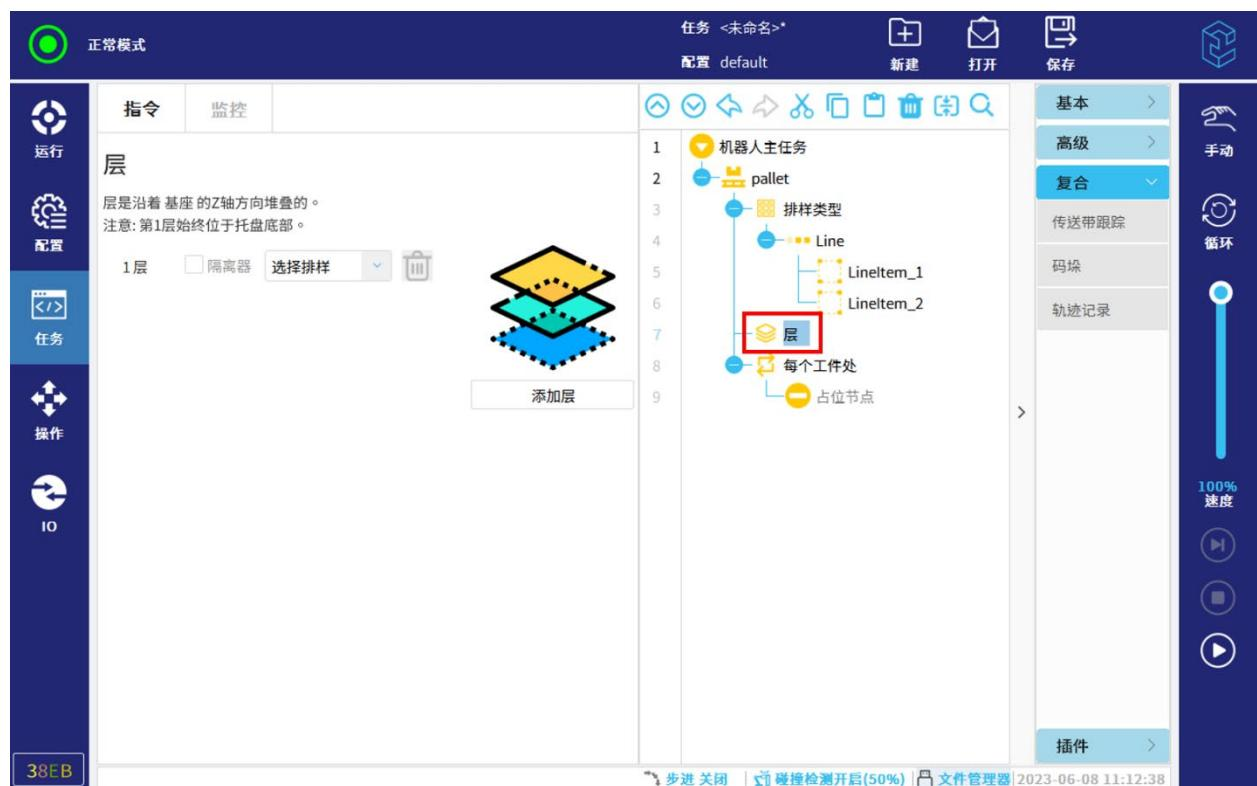

图 12-33 设置层
4. 点击任务树中的“层”节点，点击“添加层”，设置码的层数及每一层的排样类型，以及是否包含隔离层，如图 12-33 所示。